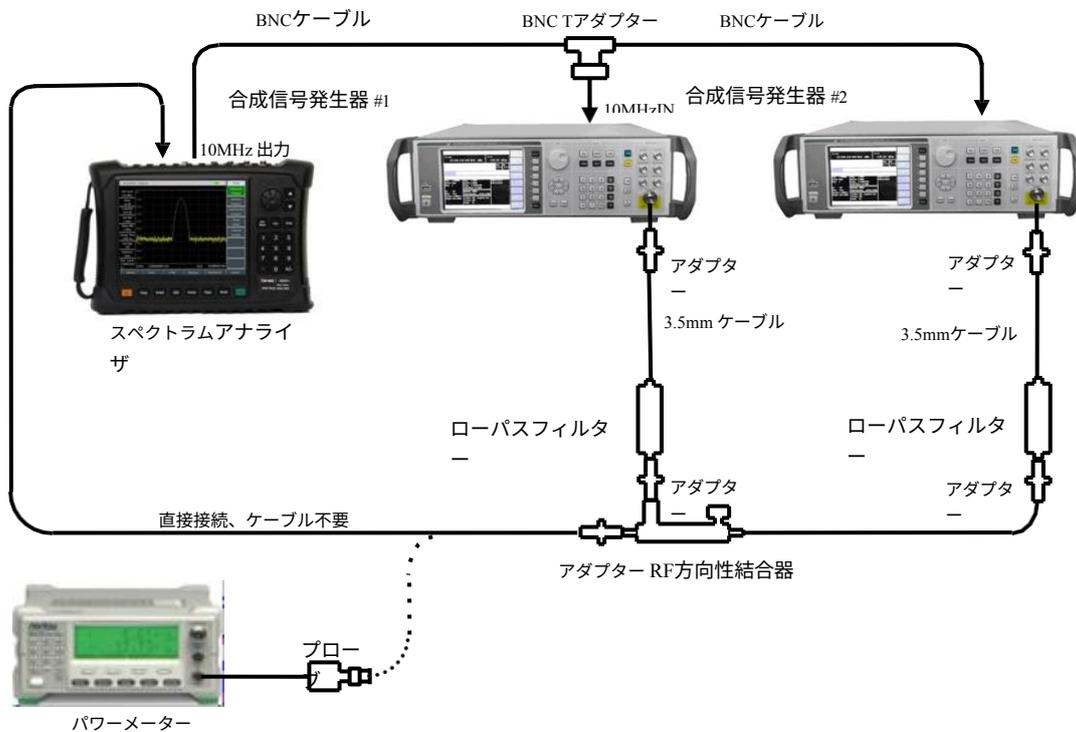

図12-10 3次相互変調歪み試験の設定 (50MHz~4GHz)
1) 図12-10に示すように、テスト機器を接続します。RF方向性結合器を使用する場合、方向性結合器をスペクトラムアナライザに接続しないでください。